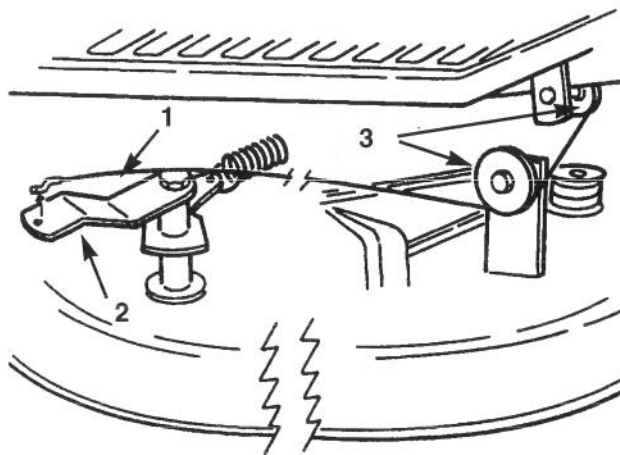

Figure 40
6. Décrocher le câble de commande de la lame (prise de force) des galets de guidage et du bras de renvoi sur le côté droit de la tondeuse (Fig. 40). Eloigner le câble pour qu'il ne s'accroche pas sur la tondeuse.